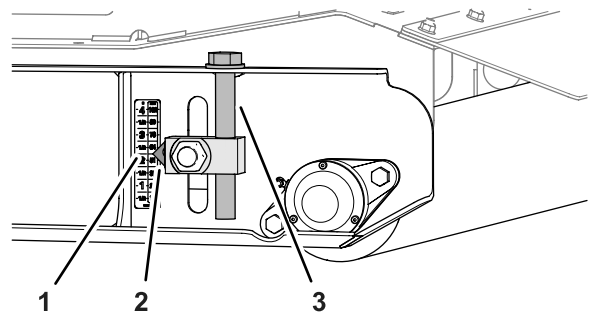

図 83
5. 後ローラのところで、左右の刈高アジャスタを、デカルの 57 mm 2¼"マークに合わせる 図 83。